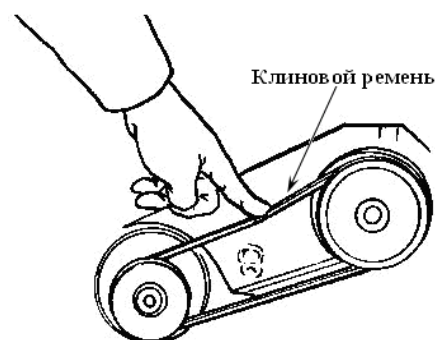

Рис. 8
- Ремень должен отклоняться на расстояние от 5 до 10 мм (См.Рис.8)